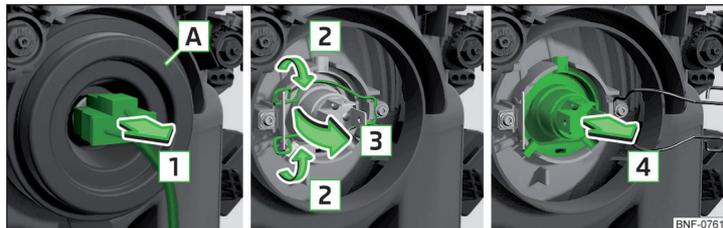

Fig. 172 Remplacement de l'ampoule du feu de croisement et de route
- Retirez la fiche de l'ampoule dans le sens de la flèche **1** » fig. 172.
- Poussez l'étrier de sûreté en direction du phare, puis décrochez-le dans le sens de la flèche **2** » fig. 172.